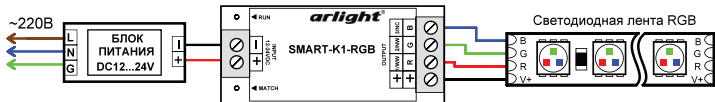
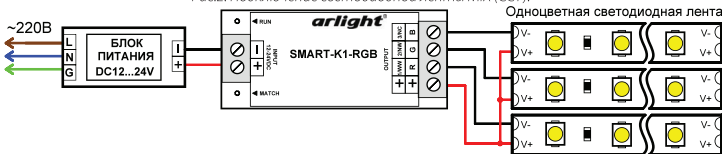

Рис.1. Подключение светодиодной ленты RGB.
Рис.3. Подключение одноцветной светодиодной ленты. Ленты управляются синхронно.
- 3.3. Подключите оборудование, используя одну из схем, приведенных на Рис.1 – Рис.3, в зависимости от типа ленты. Соблюдайте полярность и порядок подключения проводов к клеммам.